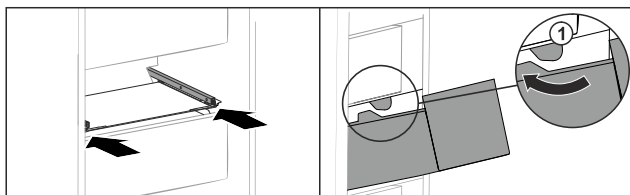

Fig. 151
- ▶ Guider le tiroir en contournant les butées Fig. 151 (1).